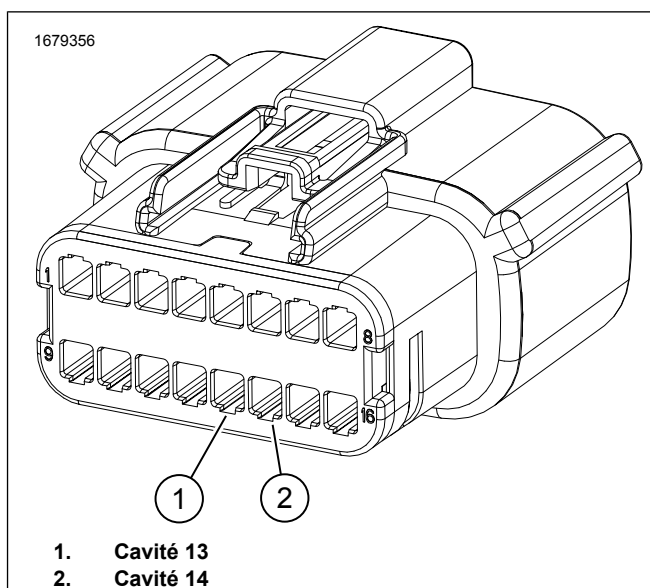

Figure 3. Connecteur à 16 broches C288_1
4. Voir la Figure 3. Retirer les fiches des cavités 13 et 14 du connecteur [C288B_1].